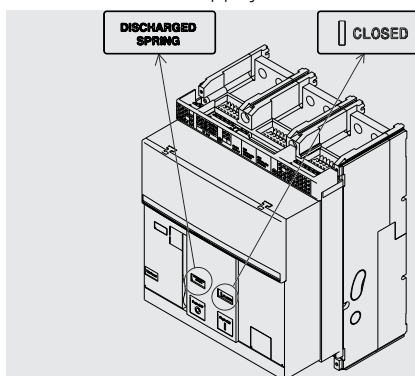

Figure 46
5. Contrôler que le disjoncteur soit fermé (indicateur ouvert/fermé "I - CLOSED"), et contrôler que les ressorts sont débandés (indicateur ressorts "blanc - DISCHARGED SPRING") comme indiqué dans la Figure 46.